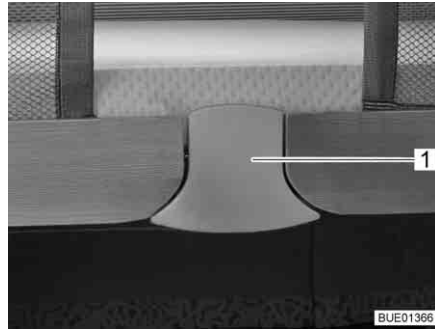

Bild 76 Frigöring
- Dra låsanordningen (Bild 76,1) nedåt. Låset är upplåst.